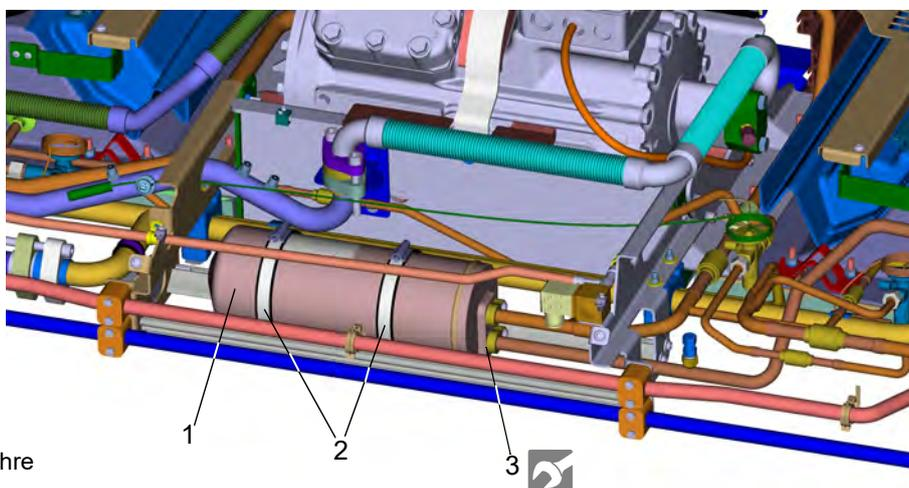

Abb. 905
- SMA-Anschluss (3, Abb. 905) der Kältemittelrohre lösen.
- Halteschellen (2) lösen.
- Sammler (1) entnehmen.